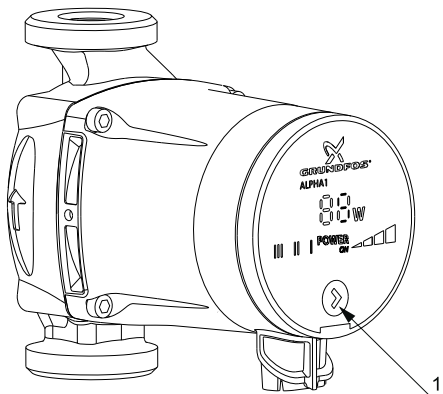

Abb. 10 Anordnung der Drucktaste
- eine Drucktaste (Abb. 10, Pos. 1) zum Auswählen der Pumpeneinstellung